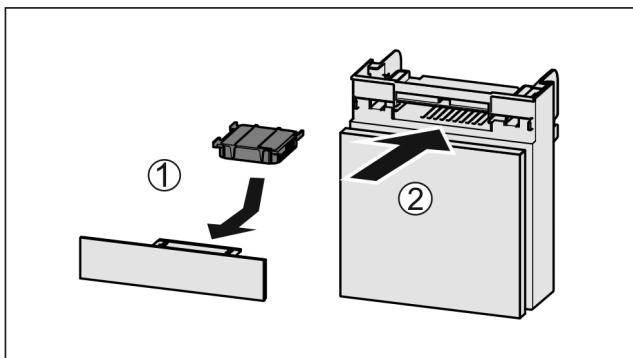

Fig. 35
- ▶ Поставете Fig. 35 (1) филтъра с активен въглен, както е показано на фигурата.
- ▶ Вкарайте Fig. 35 (2) отделението.